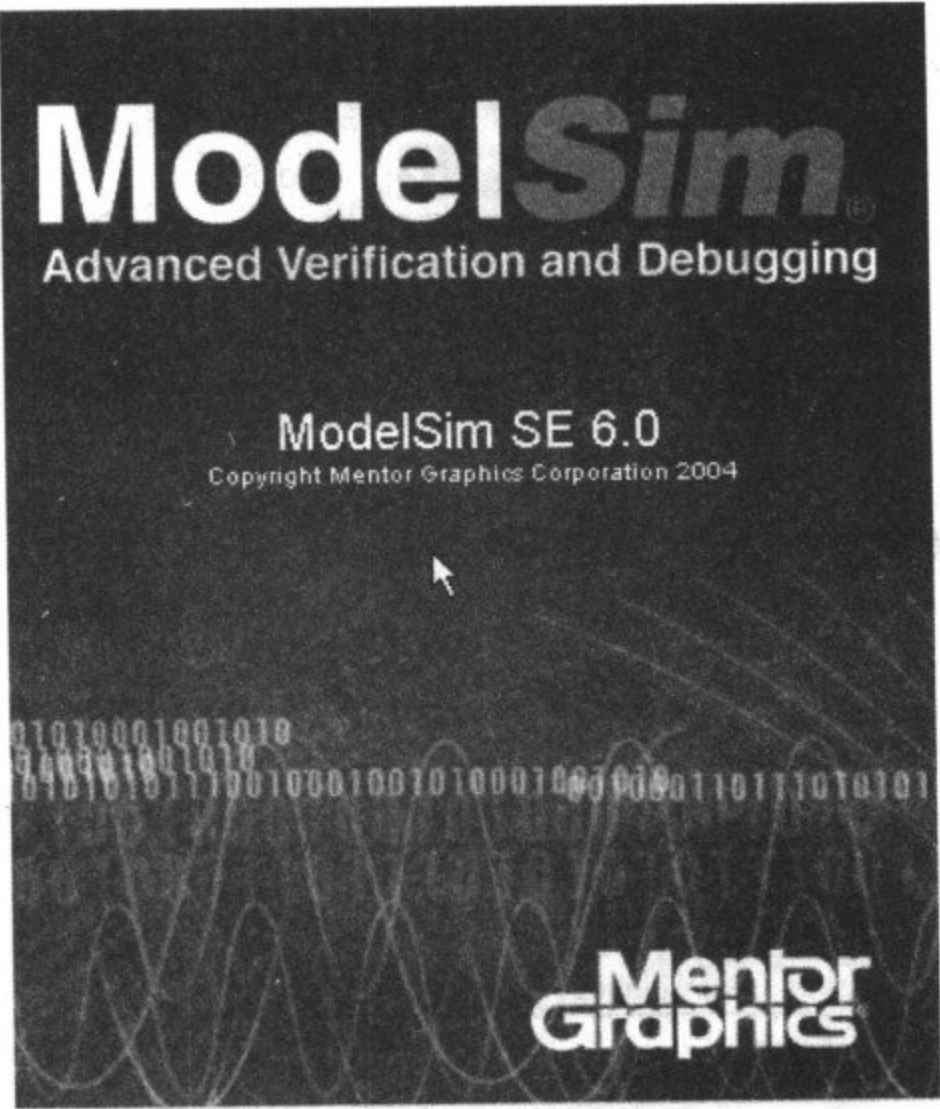

图 3-62 Modelsim SE 启动界面
(1) 双击 ModelSim SE 6.0 图标, 进入 Modelsim SE 启动界面, 如图 3-62 所示。